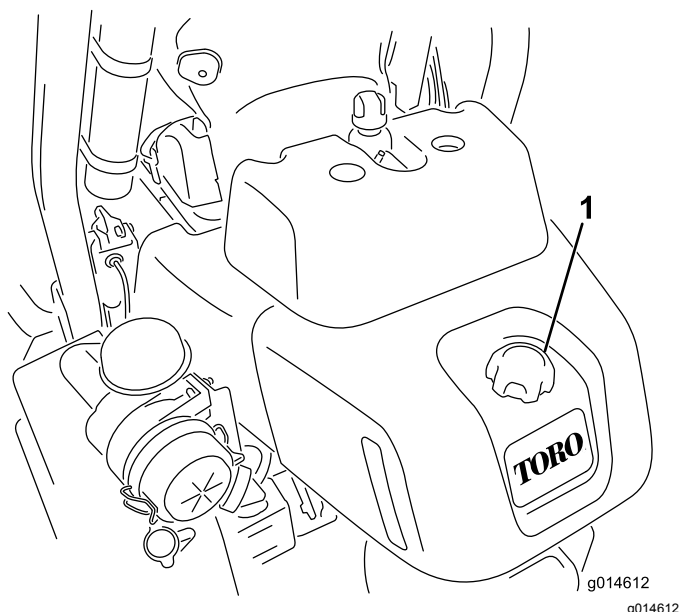

Figura 26
1. Pulite attorno al tappo del serbatoio del carburante (Figura 26).